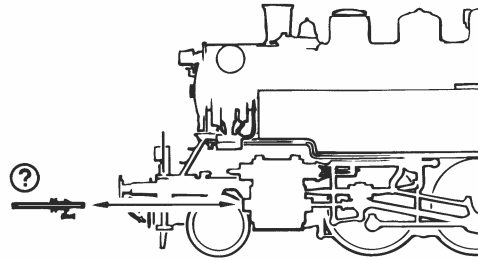

Fig. 3
**Aufrüstung:** Sie können für Ihren Fahrbetrieb unter verschiedenen Kupplungen wählen (Fig. 3). Wir empfehlen den Einsatz der **ROCO-Kurzkupplung**.
Im beigelegten Zurüstbeutel finden Sie auch kleine vorbildgetreue Steckteile für eine erweiterte Aufrüstung Ihrer Lokomotive (Fig. 3), die Sie bitte **vorsichtig montieren**. **Achtung!** Kleben nur mit ausdrücklichem Hinweis.
**Les attelages:** En vue d'une exploitation pratique sur votre réseau vous pouvez choisir parmi plusieurs types d'attelages conformes aux différents systèmes d'attelage pratiqués en HO (voir fig. 3). Nous vous recommandons l'emploi de l'**attelage court ROCO**.
Le sachet joint comprend entre autres des petites pièces de finition conformes à la réalité et à **rapporter avec précaution** par le modéliste (fig. 3), si désiré.
**Fittings:** Operation is possible with different couplings (fig. 3). We recommend using the **Roco close coupling**.
**Attention!** Use glue only if indicated (fig. 3).